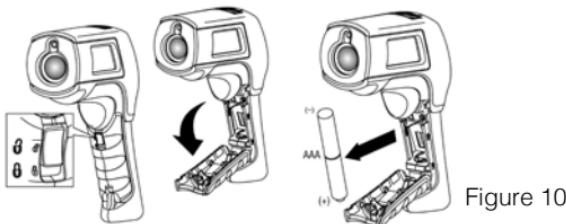

Figure 10
**Pour installer ou changer les deux piles AAA (voir Figure 10):**